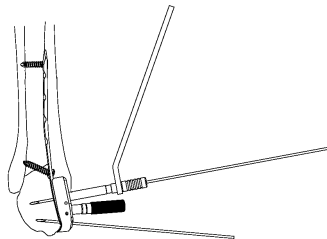

図17-2
2.5 ドリルガイドに13 ガイドピンスリーブ2.5を挿入し、ガイドブロックに差し込んで13 ガイドピンを刺入することも可能です。(図17-2)